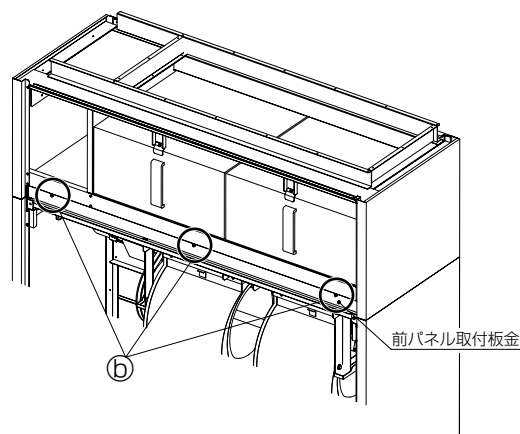

図2
次に中・高性能フィルター下部の固定ネジ⑪3本を外し、前パネル取付板を必ず取外してください。(図2)